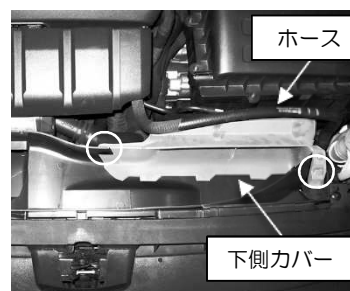

図 2
- 2) クランプされているホース端に寄せ、2 箇所の勘合を外し導入ダクトの下側カバーを取り外します。図 2 参照